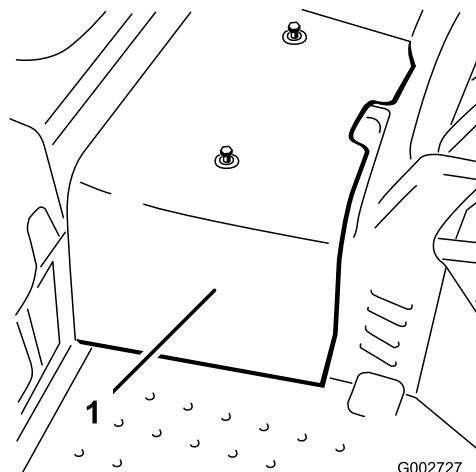

Figura 36
2. Desaperte os dois parafusos que fixam o resguardo central à máquina e retire o resguardo (Figura 36).